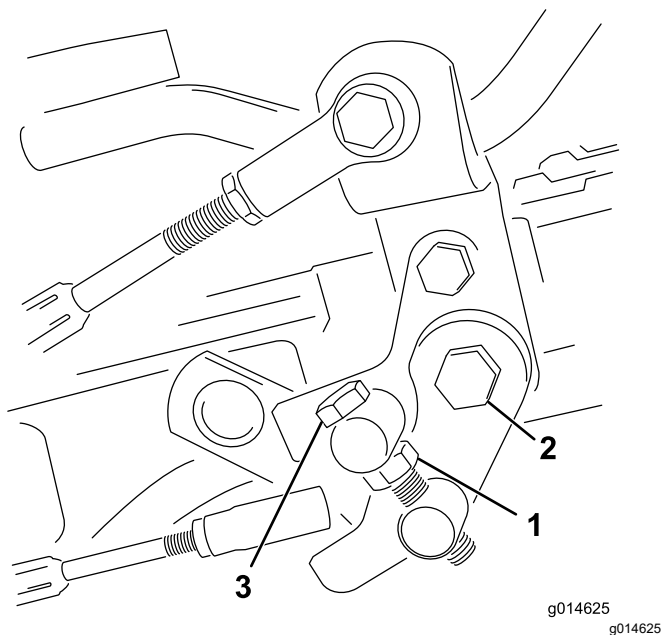

Figura 46
1. Liberte a porca de retenção do parafuso do eixo (Figura 46).
4. Aperte a porca de retenção no parafuso do eixo e a porca na articulação do pedal para bloquear o ajuste (Figura 46). Verifique o ajuste e ajuste se for necessário.